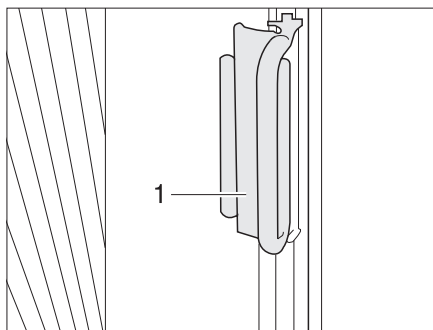

Fig. 81 Tendina oscurante pieghevole del finestrino del conducente e del passeggero
- Afferrare l'impugnatura (Fig. 81,1) delle tendine oscuranti pieghevoli e chiudere in avanti tirando con prudenza finché il fermo magnetico non blocca la tendina oscurante pieghevole.
- Spingere l'impugnatura (Fig. 81,2) sul sopralzo. La tendina oscurante pieghevole è ora bloccata.